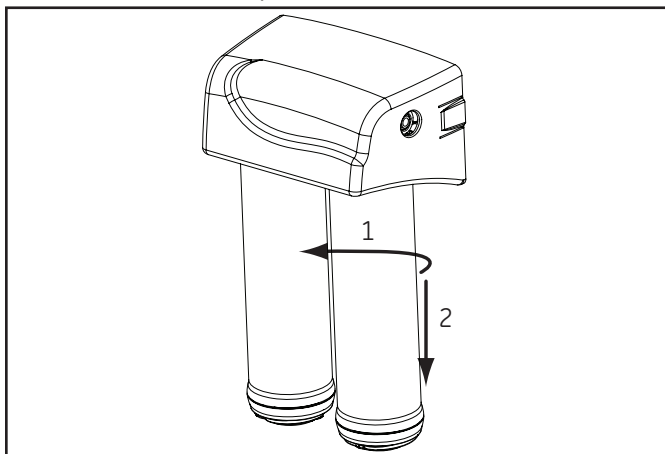

Figura 19
- B) Coloque la mano en el cabezal del filtro para sujetar el sistema. Gire el cartucho filtrante 1/4 de vuelta en sentido horario hasta que no sienta resistencia. Empuje el cartucho hacia abajo y luego tire de él hacia arriba desde el cabezal del filtro (Figura 19).